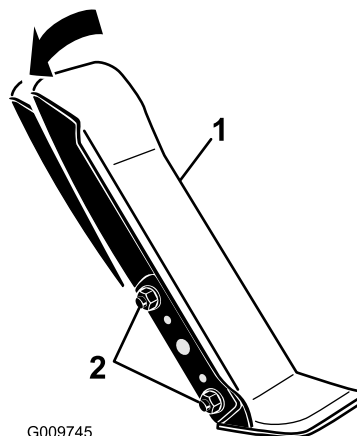

Figure 92
1. Desserrez les 2 écrous et boulons qui fixent le côté gauche de la pédale de déplacement au support (Figure 92).
2. Faites pivoter la pédale à l'angle voulu puis serrez les écrous (Figure 92).